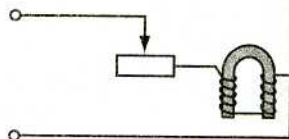

Рис. 4
4. Як зміниться підймальна сила електромагніту, якщо пересунути повзунок реостата праворуч (рис. 4)? Відповідь обґрунтуйте.